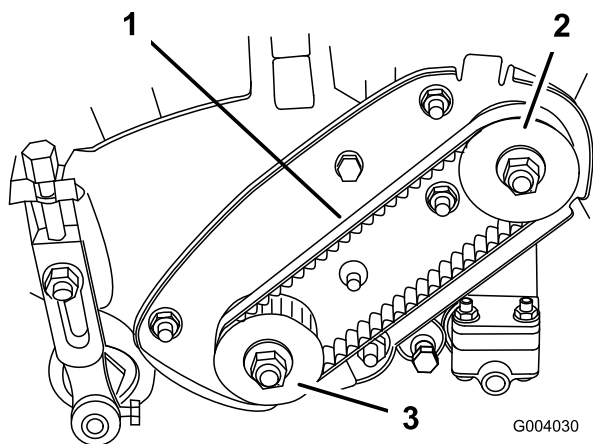

Bild 31
2. Prüfen Sie die Spannung des Riemens (Bild 31). Wenden Sie eine Kraft von $2 \pm 0,5$ kg in der Mitte der Scheiben an. Die Riemendurchbiegung sollte 6,3 mm betragen.